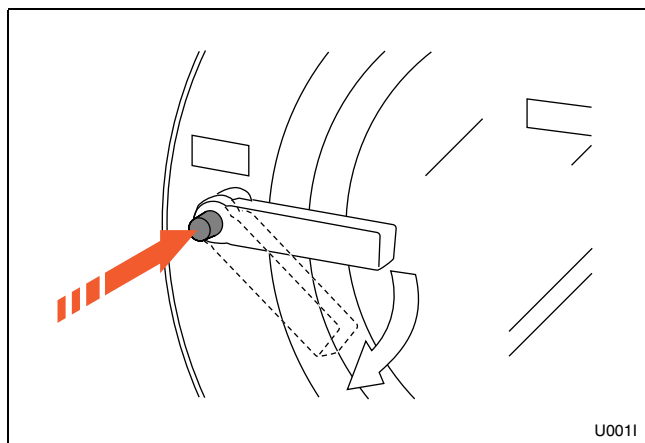
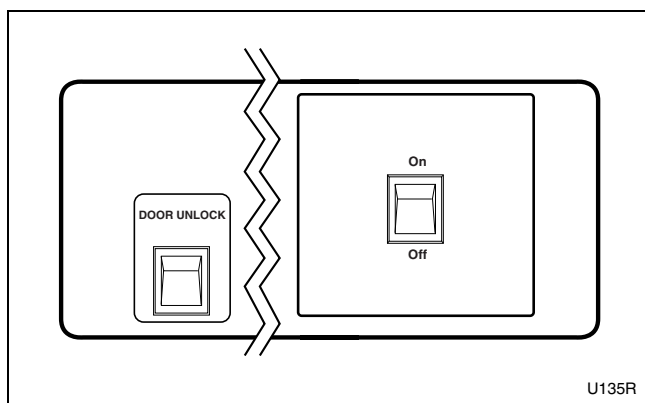

Figura 3
Figura 4
2. Para abrir, oprima el botón y gire la manija en sentido de las agujas del reloj. Consulte la Figura 3.
En los modelos sin tragamonedas: Oprima y mantenga oprimido el botón de DOOR UNLOCK (Desbloqueo de puerta) ubicado en el lado izquierdo del panel de control mientras que realiza el paso anterior. Consulte la Figura 3 y la Figura 4.